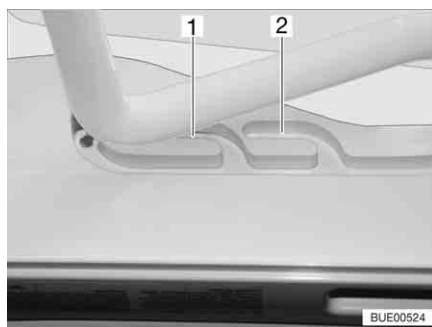

Fig. 16 Lanterneau basculant en position de ventilation
- Pousser légèrement l'étrier vers le haut et le pousser dans la glissière choisie (Fig. 16,1 ou 2).